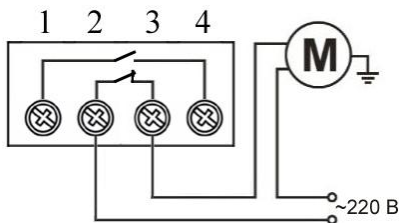

Рис. 3
- 4.1. Подключите насос или клапан к сети питания через контакты 2 и 3, как показано на рис. 3.
- 5.1. Подключите внешнее оборудование к сети питания через контакты 2 и 3, как показано на рис. 3.